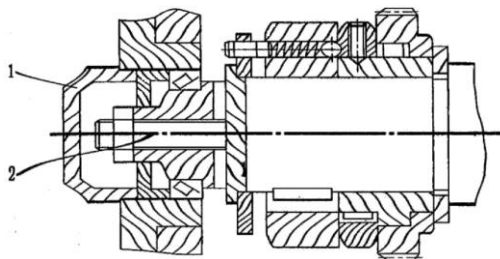

Рис. 11-8. Схема регулировки предохранительной муфты
Если усилие резки ниже максимально допустимого усилия резки станка, предохранительную муфту необходимо отрегулировать с помощью винта (2). Перед регулировкой обязательно снимите крышку (1). Рис. 11-8. Осторожно: не затягивайте муфту слишком сильно. Слишком затянутая муфта может терять функцию защиты и привести к повреждению деталей станка.